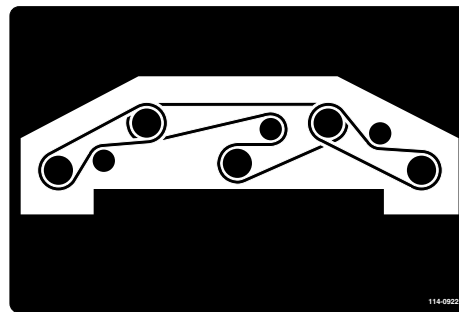

図 82
6. 図のように、スピンドル・プーリとアイドラ・プーリに新しいベルトを回しかける (図 82)。